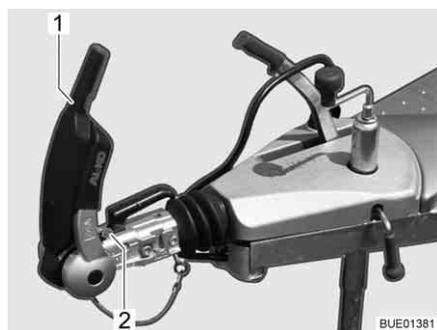

Fig. 199 Visualizador Forros de fricción adelante y atrás
- Abrir el tirador de estabilización (Fig. 199,1).
El control se realizará a través del visualizador delante de la palanca de acoplamiento (Fig. 199,2).